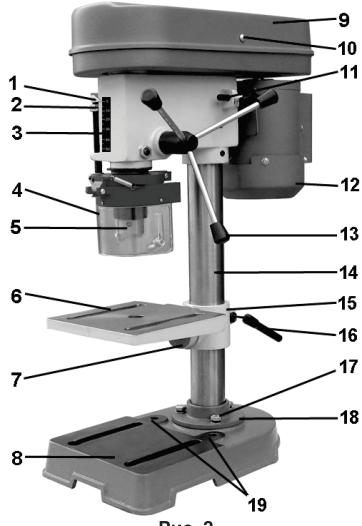

Рис. 2
6.1. Станок сверлильный вертикальный состоит из следующих сборочных единиц и деталей, Рис.2,3:
Перед использованием станка, его необходимо закрепить на ровной поверхности верстака (рабочего стола) при помощи двух резьбовых соединений (не комплектуются) через отверстия (19) в основании (8), Рис.2. Обязательно используйте при креплении плоскую и пружинную шайбы на каждый болт (не комплектуется).
- 9.1. Установите на ровную прочную поверхность верстака основание (8) станка, Рис.2.
- 9.2. Установите на основание (8) колонну (14), Рис.2 и закрепите опору (18) колонны (14) тремя прилагаемыми болтами (17), Рис.2 .
- 9.3. Установите рабочий стол (6) на колонне (14), положение зажимной муфты (15) закрепите ручкой фиксации (16), Рис.2.
- 9.5. Установите ручки подачи (13), Рис.2,4.
- 9.7. Установите сверлильный патрон (5), Рис.2, на шпиндель станка, (предварительно необходимо удалить с его поверхности смазку, а также очистить от смазки внутреннюю посадочную поверхность сверлильного патрона (5), Рис.2). Закрепите сверлильный патрон (5), Рис.2, на шпинделе легким ударом через деревянный бруск, кулачки сверлильного патрона (5) при этом должны быть сведены.
10.2. Перед тем как включить станок, проверьте надёжность закрепления верхнего кожуха (9) винтом (10), Рис.2.
Ключ к сверлильному патрону **не должен** оставаться в сверлильном патроне (5), Рис.2. Режущий инструмент (сверло) в сверлильном патроне (5) должен быть хорошо закреплён. Если режущий инструмент (сверло) не установлен, то кулачки сверлильного патрона (5) должны быть сведены, Рис.2.
10.4. Контроль глубины сверления «глухих» отверстий производится по шкале (3) и указателю (1), Рис.2.
Регулировка (ограничение) глубины сверления производится гайками (2), Рис.2.
10.5. Установка высоты рабочего стола (6) задается перемещением зажимной муфты (15) на колонне (14). Перед изменением положения зажимной муфты (15) на колонне (14) необходимо ослабить её положение ручкой фиксации (16). После установки рабочего стола (6) на необходимую высоту ручкой фиксации (16) надёжно закрепите положение зажимной муфты (15), Рис.2.
10.6. При открытии кожуха (9) ременной передачи, Рис.2,8, станок отключается. Включение станка возможно только после закрытия кожуха (9) ременной передачи, Рис.2,8 и нажатия на зеленую кнопку ВКЛ (21), Рис.2. (см. п.10.3.). Если станок не включается, выполните регулировку положения кулачка (36).
10.7. Перемещение шпинделя производится ручкой подачи (13), Рис.2. При сверлении отверстий контролируйте величину подачи режущего инструмента во избежание контакта режущего инструмента с тисками (26) или рабочим столом (6), Рис.2,5.
10.9. Для установки угла поворота поверхности рабочего стола (6) относительно режущего инструмента необходимо:
- ослабить болт крепления поворотного фланца (7) к зажимной муфте (15), Рис.2;
- по показаниям шкалы (25) установить и закрепить положение рабочего стола (6), Рис.2,4.